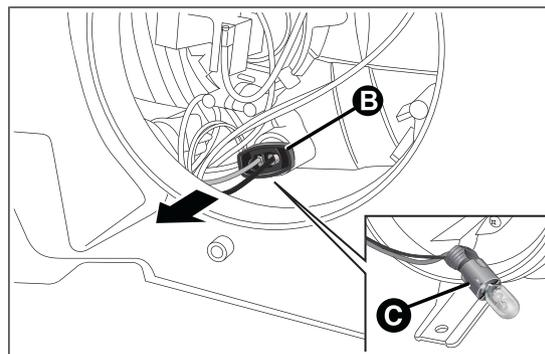

fig. 130
- estrarre il gruppo portalamпада B fig. 130 montato a pressione, sfilare la lampada C e sostituirla;